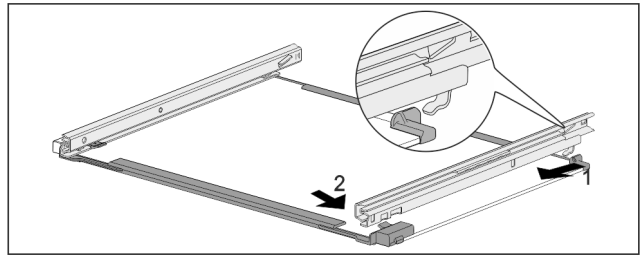

Fig. 158 Üveglap sínekkkel
- ▶ Akassza be hátul a sínt. Fig. 158 (1)
- ▶ Elöl pattintsa be a sínt. Fig. 158 (2)